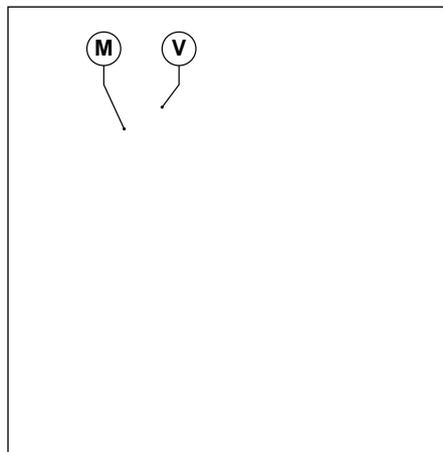

Рис. 48 Ниппель контроля
- Поключить манометр к штуцеру контроля давления **V** (смотри Рис. 48 Ниппель контроля ).